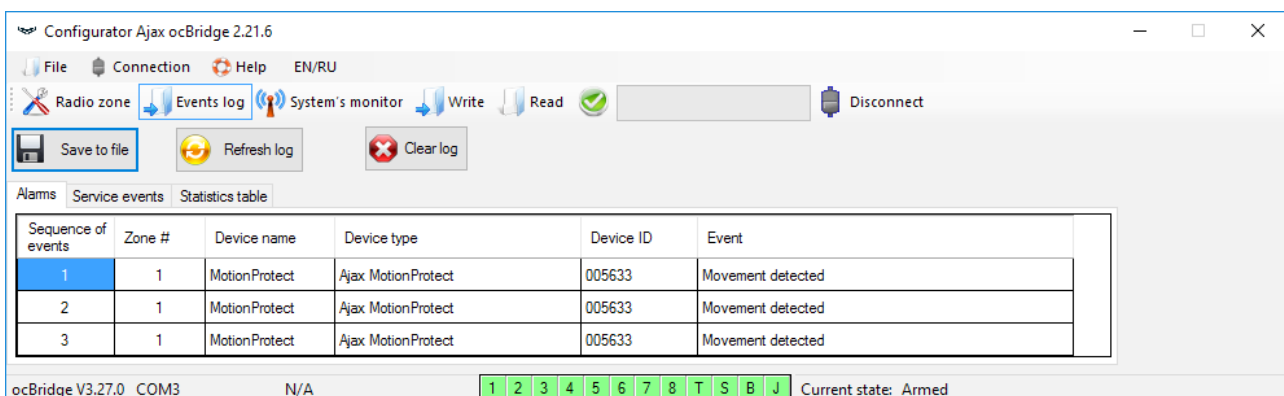

Imagen 12. Registro de eventos de alarma
6. La página «**Memoria de eventos**» almacena información sobre eventos de alarma (Imagen 12), eventos de servicio (Imagen 13) y tablas de estadísticas (Imagen 14). Es posible renovar la información en los registros de datos o borrarlos con el botón «**Restaurar registro**». Los registros contienen hasta 50 eventos de alarma y 50 eventos de servicio. Con el botón «**Guardar en archivo**», es posible guardar los registros de eventos en formato xml que se puede abrir con Excel.